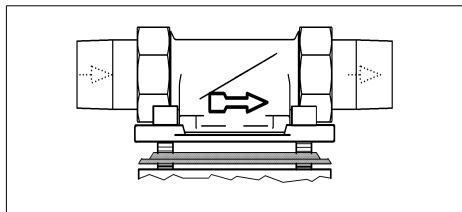

Fig. 1: Bride rotative de montage
- sens d'écoulement (cf. fig. 1)
Il faut que la bride rotative de montage soit installée dans le sens de l'écoulement. Celui-ci est indiqué par la flèche à empreinte coulée (cf. fig. 1).
La flèche à empreinte coulée de la bride rotative de montage doit coïncider avec le sens d'écoulement de l'eau (cf. fig. 1).